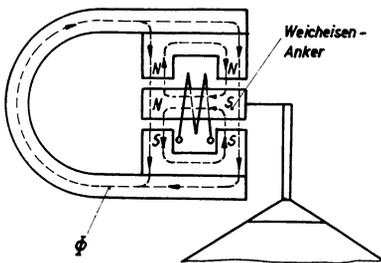

Fig. 12.22. Magnetischer Vierpol-Lautsprecher.
b) Doppelt wirkendes Vierpolssystem (Fig. 12.22).